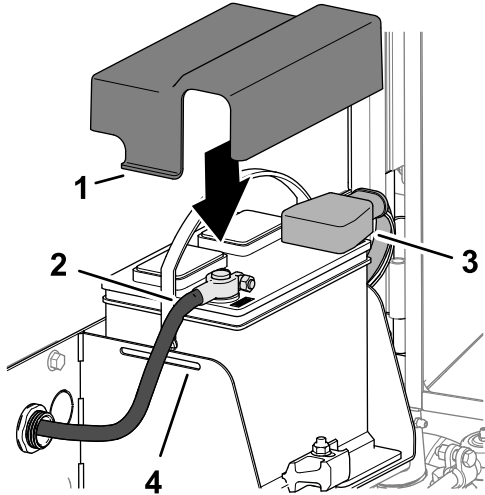

図 128
1. バッテリーのプラス端子に、プラスケーブル赤を接続する 図 128。